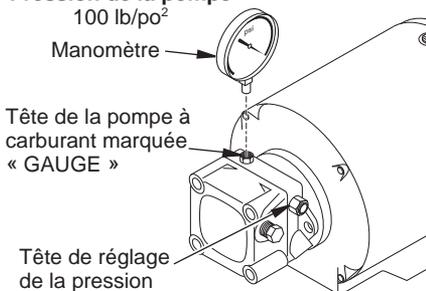

Figure 11 - Ajustement de la pression de la pompe
4. Ajustez la pression. Utilisez un petit tourne-vis à lame plate pour visser la vis fendue dans la tête de réglage de pression de la pompe de carburant. Tournez la vis dans le sens des aiguilles d'une montre pour augmenter la pression. Tournez la vis dans le sens inverse des aiguilles d'une montre pour réduire la pression. Consultez les caractéristiques de la figure 11, page 14) pour obtenir une pression correcte pour chaque modèle.
2. Installez le manomètre auxiliaire (numéro de pièce 110380-01) sur la tête de la pompe de carburant marquée « Gauge » (voir figure 11). N'utilisez pas la tête de la vanne de purge pour vérifier la pression. La tête de la vanne de purge a une pression plus élevée que la pression de fonctionnement. Si vous réglez la pression de la pompe en insérant un manomètre dans la tête de la vanne de purge, la pression de fonctionnement risque d'être incorrecte.
4. Ajustez la pression. Utilisez un petit tournevis à lame plate pour visser la vis fendue dans la tête de la pompe de carburant en haut à droite de la pompe. Tournez la vis dans le sens des aiguilles d'une montre pour augmenter la pression. Tournez la vis dans le sens inverse des aiguilles d'une montre pour réduire la pression. Consultez les caractéristiques de la figure 11 pour obtenir une pression correcte pour chaque modèle.